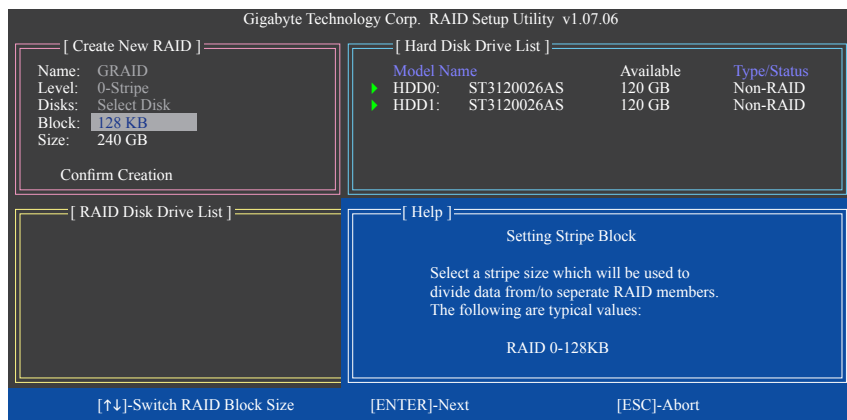

図 6
4. **ブロックサイズを設定 (RAID 0 のみ):** Block 項目の下で、上または下矢印キーを使用してストライプブロックサイズを 4 KB~128 KB の範囲で選択します (図 6)。<Enter> を押します。